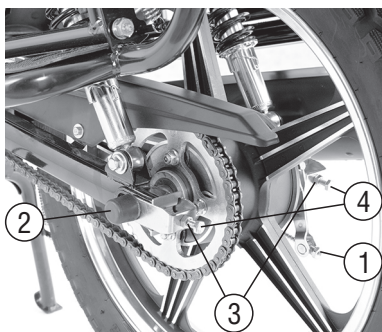

Рис. 15. Регулировка заднего тормоза и натяжения цепи
Вращая регулировочную гайку (рис. 15, поз. 1), отрегулируйте длину тяги таким образом, чтобы свободный ход, измеренный на конце педали заднего тормоза, составлял 20-30 мм.
1. ослабьте гайку оси колеса (рис. 15, поз. 2);
2. ослабив контргайки (рис.15, поз.3), равномерно вращая болты растяжек (рис. 15, поз. 4) на обеих сторонах маятниковой вилки, отрегулируйте необходимое натяжение цепи;